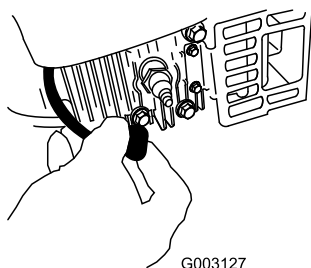

Figure 34
2. Débranchez la bougie (Figure 34) avant de procéder à un quelconque entretien.